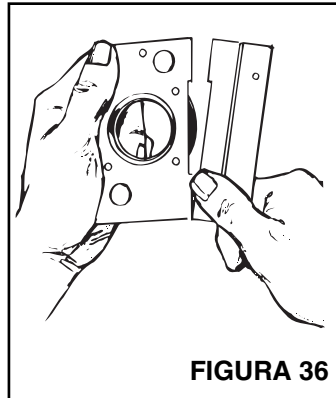

FIGURA 36
- Véase la Figura 36. Rompa la placa de clavar por las incisiones.